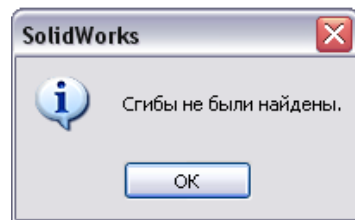

Рисунок 9.9 - Повідомлення що згини не були знайдені
7. Після того як задані настроювання згину, допуск згину й спосіб зняття напруг, необхідно натиснути кнопку **ОК**. На екрані з'явиться вікно з повідомленням, що згини не були знайдені (рис. 9.9), на нього потрібно відповісти **ОК**.